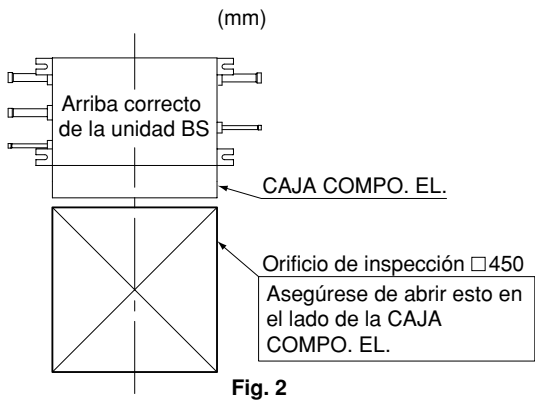

Fig. 2
- Lugares donde puede instalarse un orificio de inspección **(Refiérase a la Fig. 2)** en el lado de la CAJA COMPO. EL. (Vea la Nota).